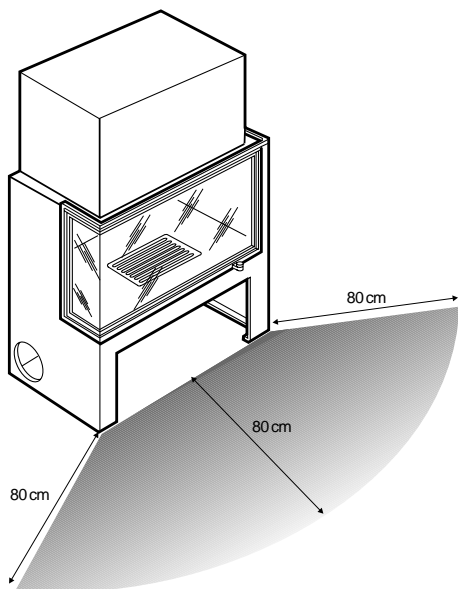

Fig. 5.1
- **Tutti i materiali combustibili che si trovano nella zona di irraggiamento del calore dal vetro della porta devono essere posti ad una distanza da esso di almeno 80 cm (fig. 5.1).**
- **All combustible materials in the area of heat radiated from the glass of the door must be placed at a distance of at least 80 cm (Fig. 5.1).**
- **Alle brennbaren Stoffe, die sich im Bereich der Wärmestrahlung des Türglases befinden, müssen in einem Mindestabstand von 80 cm von demselben untergebracht werden (Abb. 5.1).**